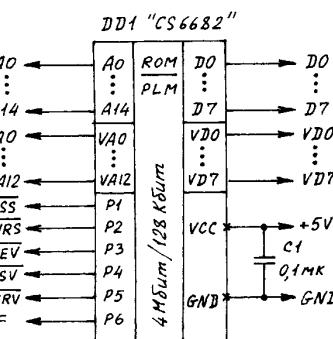

рис. 6
**Картриджи с PLM** – это наиболее сложные для анализа разновидности. В общем случае они могут иметь префикс ADR-PLM-, DAT-PLM-, RES-PLM-. При наличие DAT-PLM-картриджа, состоящего из одной БИС (рис.6), входы внутреннего дешифратора банков подключают к одному или нескольким разрядам шины данных D0-D7, а выходы – к старшим адресным разрядам S-ROM и V-ROM. Активизация дешифратора осуществляется сигналами /WRS, /CSS, при этом формально происходит еще и запись в ПЗУ.